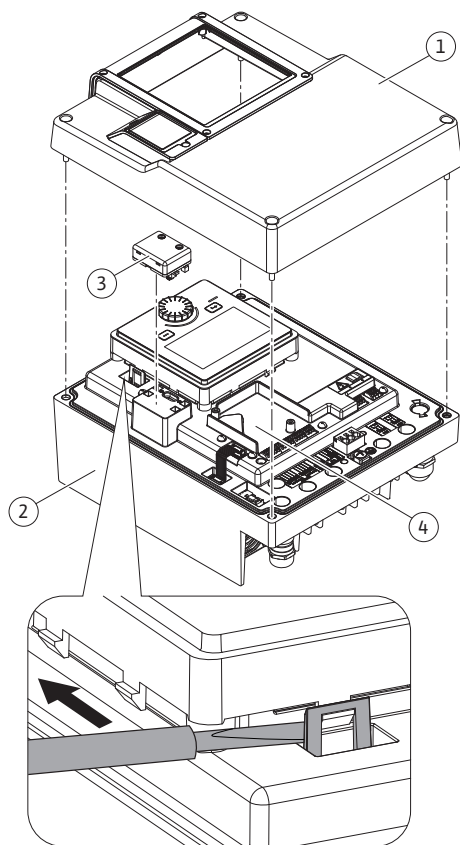
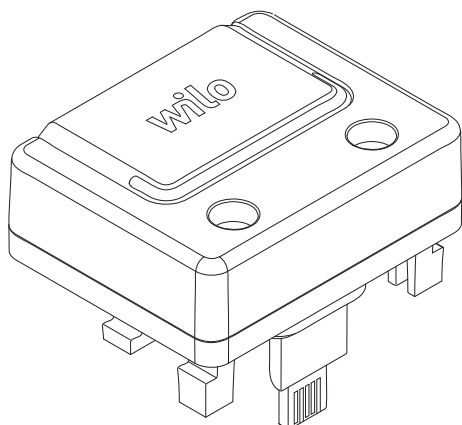

Fig. 26: Elektronický modul
Fig. 27: Wilo-Smart Connect Modul BT
Rozhranie Bluetooth modulu Wilo-Smart Connect Modul BT (Fig. 26, pol. 3 a Fig. 27) slúži na pripojenie na mobilné koncové zariadenia ako smartfón alebo tablet. V aplikácii Wilo-Assistant sa nachádza funkcia Wilo-Smart Connect. Pomocou funkcie Wilo-Smart Connect je možné čerpadlo ovládať, nastaviť ho a prezeráť si údaje o ňom. Nastavenia nájdete v kapitole „Uvedenie do prevádzky“ [► 48].
1. Uvoľnite štyri skrutky vrchného dielu elektronického modulu (Fig. 26, pol. 1; Fig. 1, Pos. 2).
3. Wilo-Smart Connect Modul BT pripojte do rozhrania Wilo-Connectivity Interface na to určeného. Pozri Fig. 26, pol. 3.
Na komunikáciu medzi čerpadlami a riadiacim systémom budov slúži CIF modul (príslušenstvo). CIF moduly sa pripájajú do elektronického modulu (Fig. 26, pol. 4)